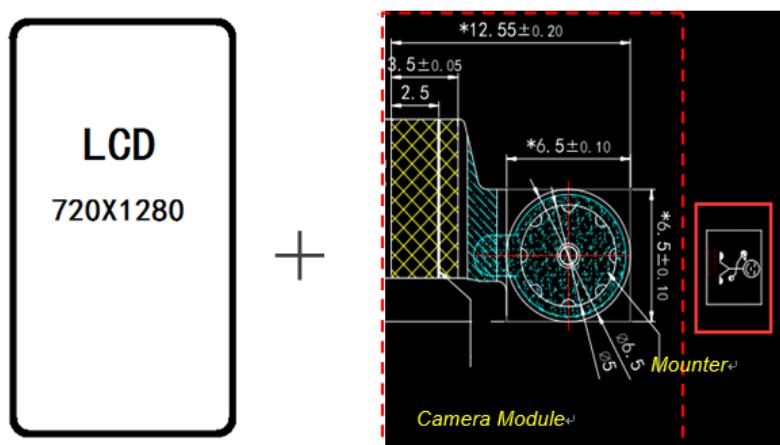
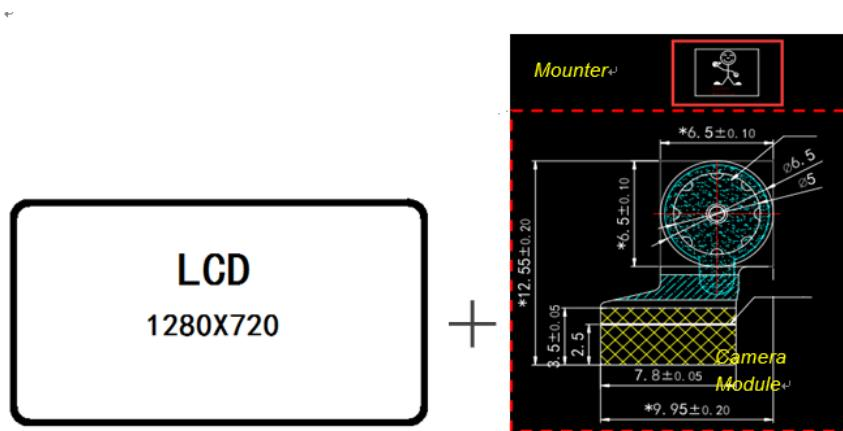

图 1：摄像头模组向安装
图 2：摄像头模组向安装
- 如果摄像头模组位置相比**图 1**或**图 2**所示相差 180 度，即小人图像的头部对着显示屏的长边，则最终图像显示会相差 180 度。此时，对于后摄需将角度调整为 270 度，对于前摄需将角度调整为 90 度。
- 如果摄像头模组位置相比**图 1**或**图 2**所示相差 90 度，则无法通过软件配置进行调整的，只能通过重新打样摄像头模组来解决。
- 如果摄像头模组位置相比**图 1**或**图 2**所示相差 180 度，可以通过修改传感器的 `mirror` 寄存器和 `flip` 寄存器进行旋转。假设当前 `mirror` 寄存器和 `flip` 寄存器的值为 `0x0`，将两个寄存器设置为 `0x1`，即可实现 180 度旋转。